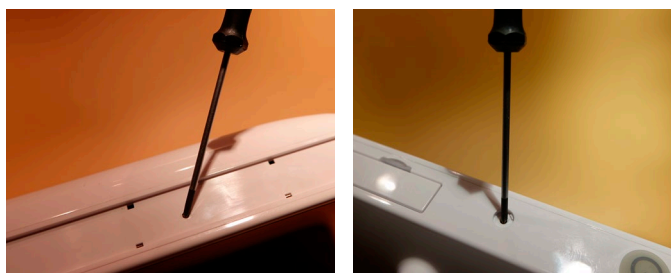

Figura 6 Remover os parafusos
e) Retire os parafusos nas quatro extremidades da unidade de visualização (Figura 6)